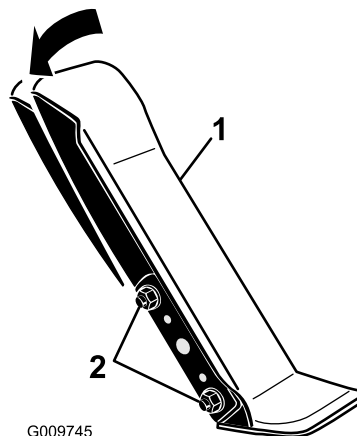

Figura 66
1. Desaperte as duas porcas e parafusos que fixam o lado esquerdo do pedal de tração ao suporte (Figura 66).
2. Rodar o pedal para o ângulo de funcionamento pretendido e apertar as porcas (Figura 66).